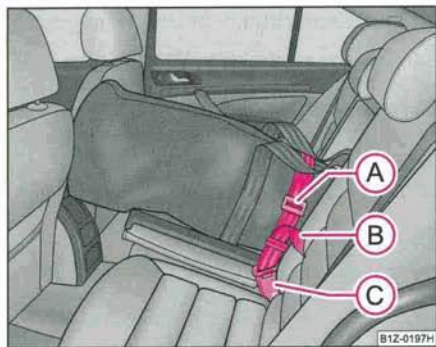

Fig. 113 Fixation du sac à la boucle de la ceinture centrale des sièges arrière
- Introduisez la ceinture de sécurité du sac (A) dans la boucle centrale (C) ⇒ fig. 113.
- Tirez énergiquement sur l'extrémité libre (B) de la ceinture.